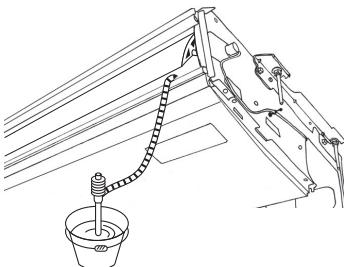

Fig. 5-3
- Check, at afløbet fungerer korrekt. (Fig. 5-3)